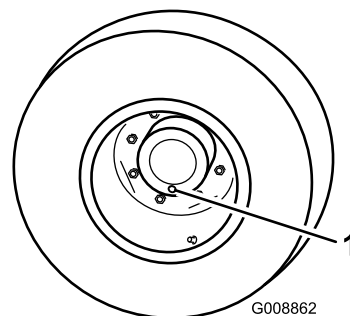

図 54
1. 平らな場所で、点検プラグが一番低い位置時計の 6 時の位置に来るように停止させる 図 54。